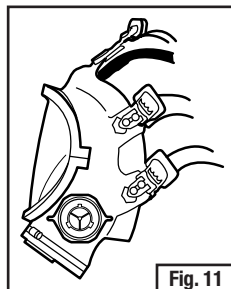

Fig. 11
3. Rosqueie na abertura do conector de cartucho o adaptador de baioneta 3M™ 701 montado – não aperte (a vedação laranja ficará voltada para fora). Alinhe o pequeno ressalto sólido da baioneta com o fundo da lente da peça facial e aperte a porca. Coloque outro adaptador de baioneta 3M™ 701 na abertura do conector de cartucho oposto, seguindo o mesmo procedimento (Fig. 11).